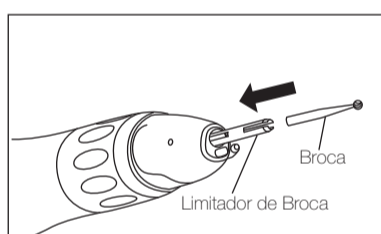

Fig. 3
- 2) Insira o limitador de broca fornecido no mandril (Fig. 3).